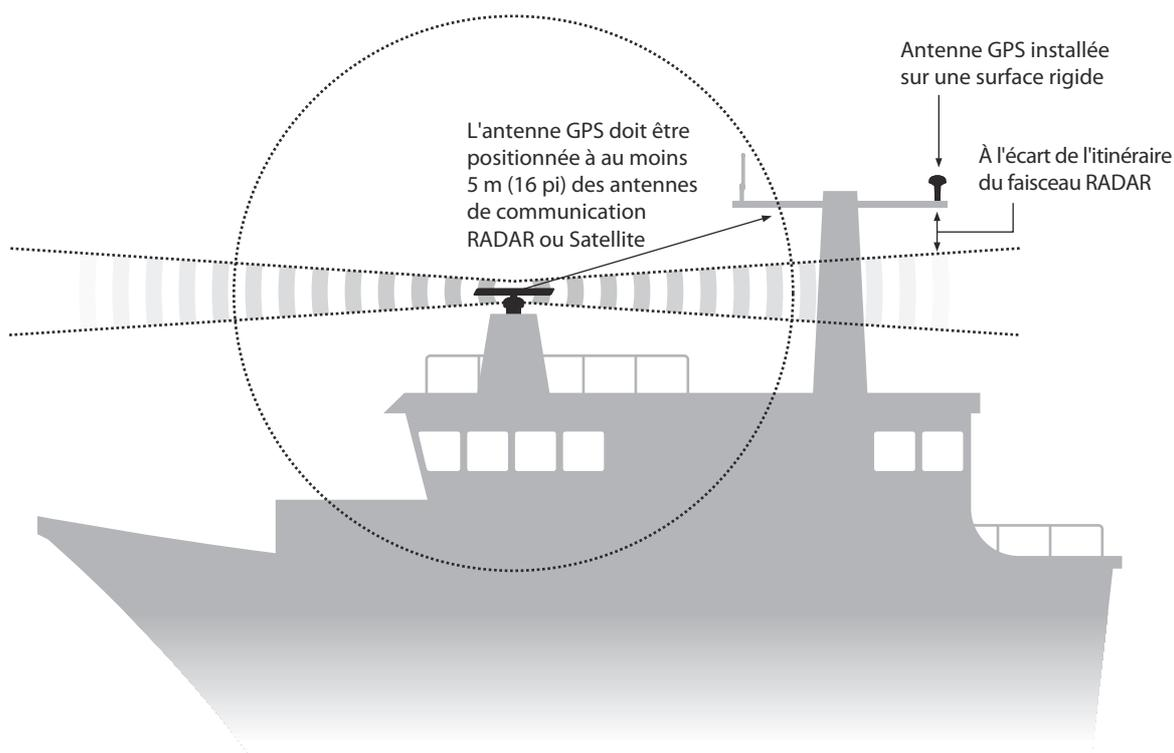

Figure 39 Emplacement de l'antenne GPS
- L'antenne GPS doit être installée aussi haut que possible ; cependant, il n'est pas recommandé d'installer l'antenne sur un mât élevé où le mouvement du bateau risque de provoquer un balancement de l'antenne et de réduire potentiellement la précision de la position GPS. Veuillez consulter Figure 39 pour plus d'informations.